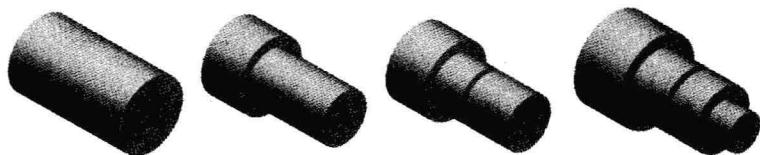

图 1-8 制造法
3. 制造法 制造法是通过模拟零件加工时的方法来建模的,如图 1-8 所示。例如,当阶梯轴在车床上旋转,在设计上可以考虑从一个棒料开始建模,并通过一系列的切割来去除不需要的材料。